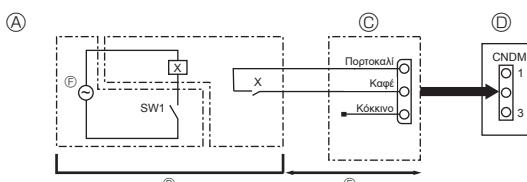

Fig. 8-1
8.1. Λειτουργία με χαμηλότερα επίπεδα θορύβου (επιπτόπου τροποποίηση) (Fig. 8-1)